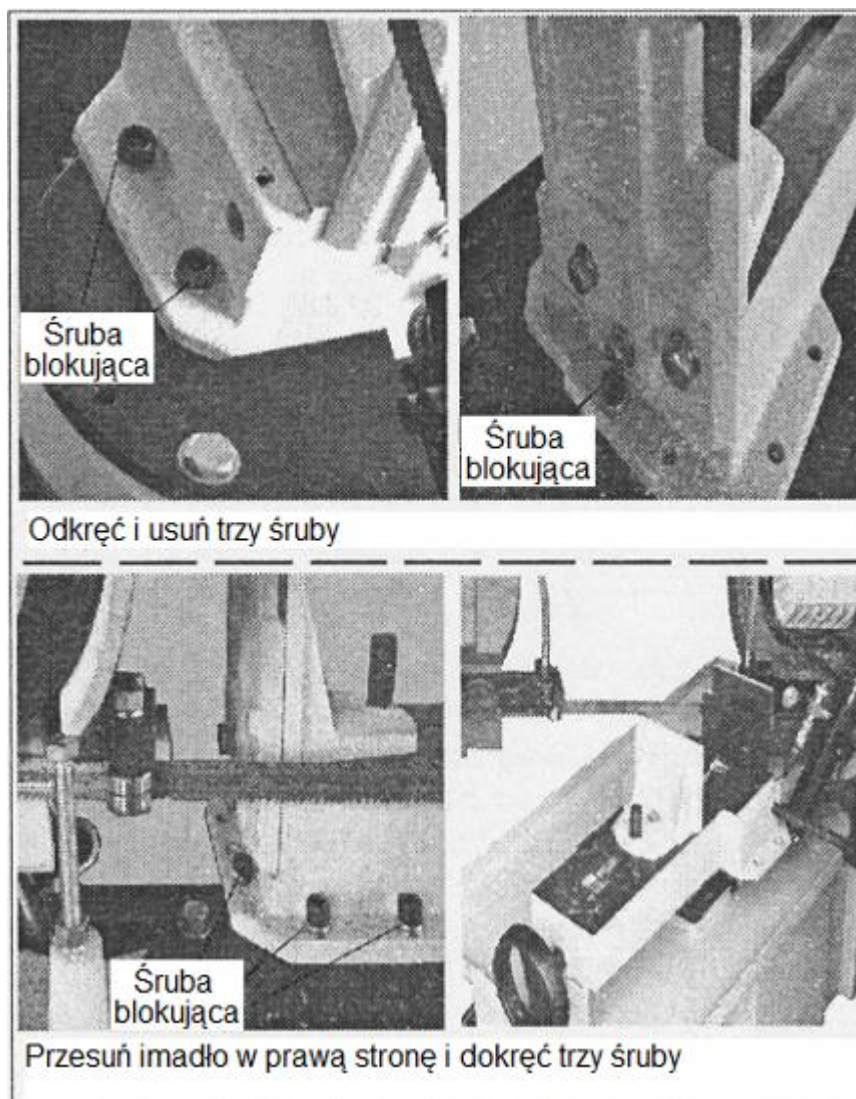

Рис. 7
3. Ослабьте установочный винт, удерживающий поворотный стол, и поверните стопорный винт. Рис. 7